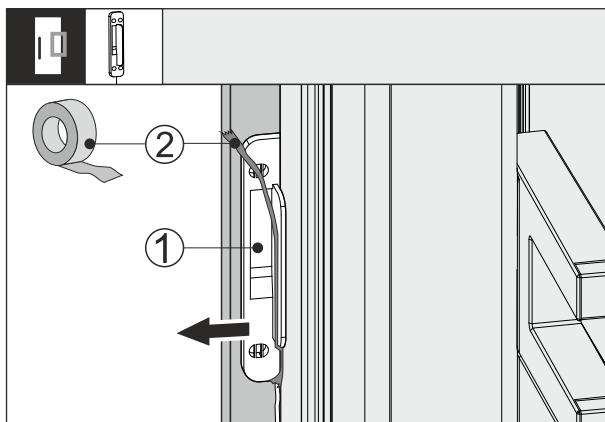
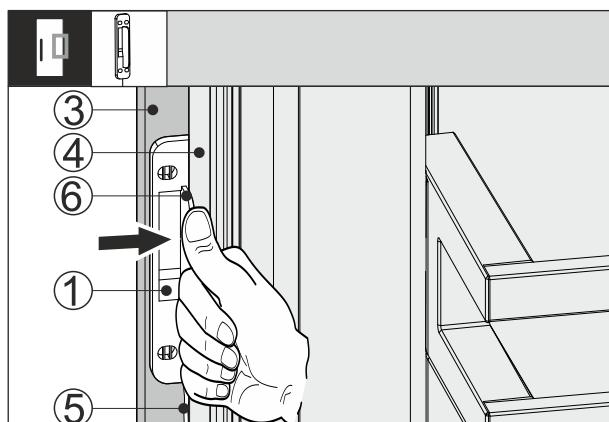

Fig. 64
Fig. 66
- ▶ Odlepte lepiaci pásku Fig. 64 (2) zo snímača klopania Fig. 66 (1).
- ▶ Posuňte snímač klopania Fig. 66 (1) medzi prednou časťou nábytku Fig. 66 (3) a dverami zariadenia Fig. 66 (4) tak, aby bol kábel Fig. 66 (5) zľahka napnutý. Doraz Fig. 66 (6) snímača klopania prilieha k dverám zariadenia Fig. 66 (4).
- ▶ Pritlačte snímač klopania Fig. 66 (1) k prednej časti nábytku Fig. 66 (3).
- ▷ Snímač klopania Fig. 66 (1) je prilepený. Prilepenie snímača klopania optimalizuje prenos signálu klopania.
Trvalá fixácia snímača klopania Fig. 66 (1) predlžuje životnosť.
- ▶ Priskrutkujte snímač klopania Fig. 66 (1) pomocou dodaných skrutiek na prednú časť nábytku Fig. 66 (3).